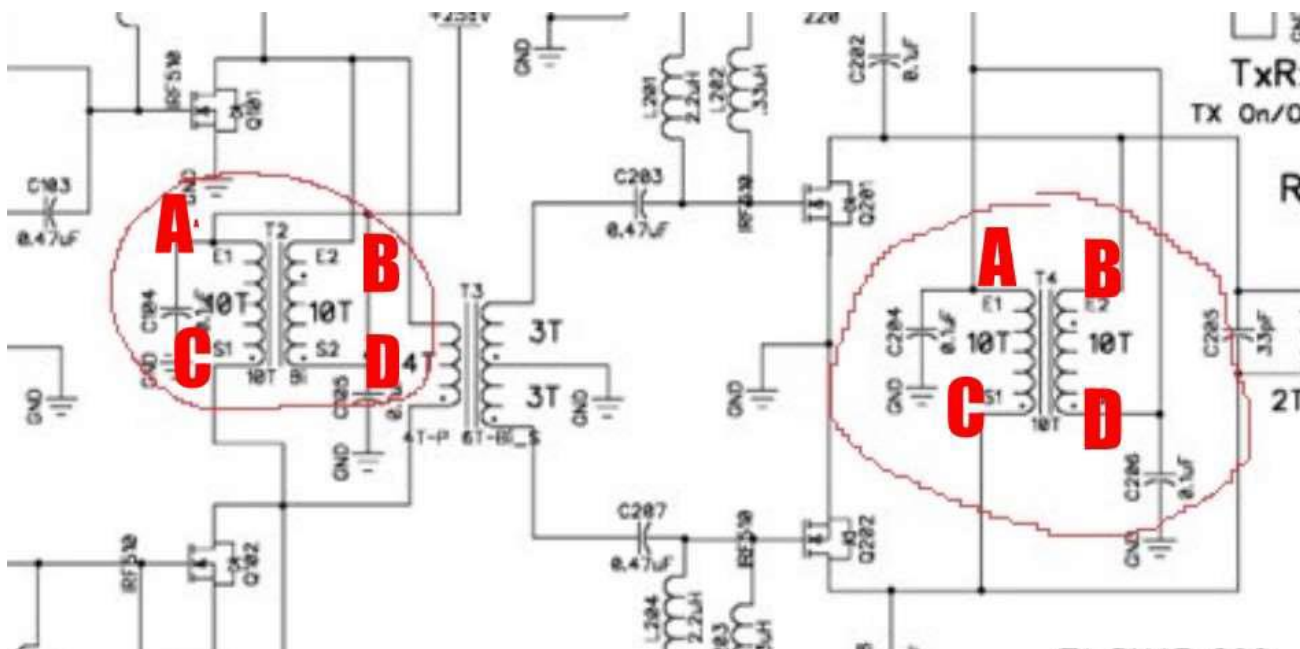

Figure 6-5. Partially completed PA PCB.
□ Thread the two leads for the primary winding of T5 through the two holes nearest the center of the PA PCB. Thread the other two leads from the secondary winding of T5 through the two holes closest to the edge of the PCB. See Figure 6-5.
T5 の一次巻線の 2 本のリードを PA PCB の中心に近い 2 つの穴に通します。T5 の二次巻線からの他の 2 本のリード線を、PCB の端に最も近い 2 つの穴に通します。図 6-5 を参照してください。